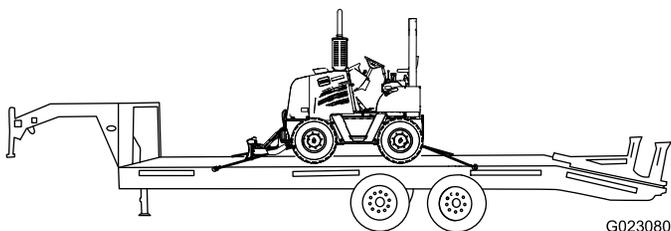

Figura 29
9. Amarre a parte frontal da máquina ao reboque com correntes e esticador (Figura 29).
10. Amarre a parte traseira da máquina ao reboque com correntes e esticador (Figura 29).